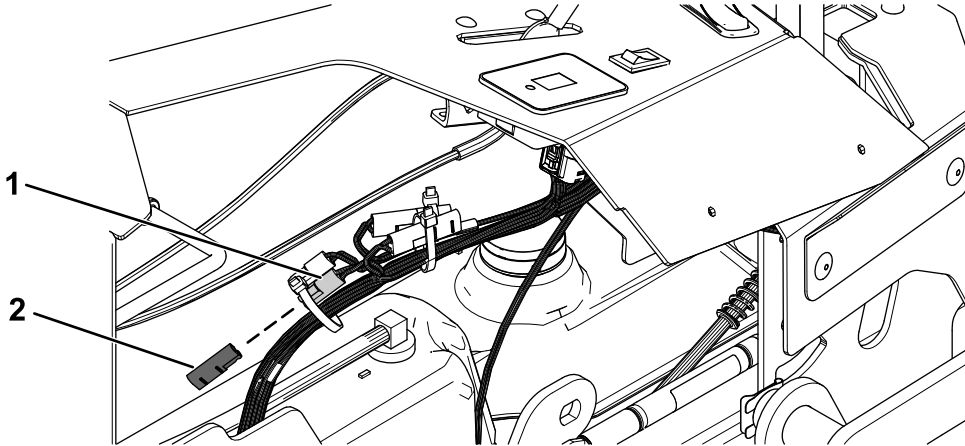

Figura 7
1. Retire el tapón del conector auxiliar del arnés de cables de la máquina (Figura 7).
5. Conecte el arnés de cables del kit de faro al conector auxiliar del arnés de cables de la máquina (Figura 7).